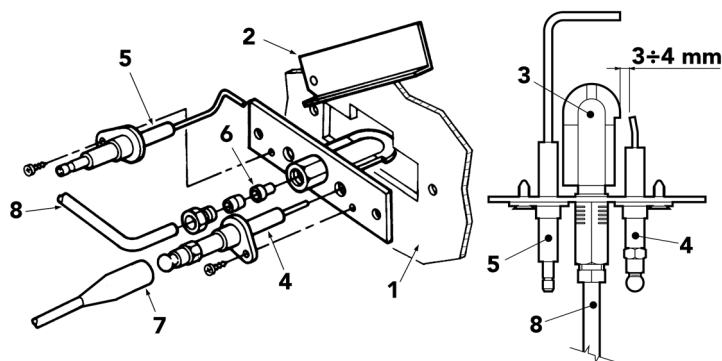

рис. 9 - Пилотная горелка
- Электроды не должны иметь накипи и быть правильно установленными (см. рис. 9).
После выполнения некоторых попыток розжига электронный блок управления вызывает блокировку котла.	С помощью сжатого воздуха чистите форсунки > пилотной горелки. Проверьте регулярность поступления газа в котел, и убедитесь что воздух был удален из труб. Проверьте правильность позиционирования электродов и отсутствие на них отложений (см. рис. 9). Убедитесь, что котел подключен к надежной системе заземления. Проверьте электрические соединения электродов розжига и ионизации.
Отсутствие искры между электродами при розжиге.	Проверьте правильность позиционирования электродов и отсутствие на них отложений (см. рис. 9). Неправильная настройка регулировочного термостата. Проверьте систему электропитания. Проверьте электрические соединения электродов розжига и ионизации. Проверьте соединения с электронным блоком контроля пламени. Проверьте, чтобы провода ФАЗЫ и НЕЙТРАЛИ не были перепутаны, и убедитесь в надежности контактов заземления. Проверьте давление газа на входе и наличие разомкнутых реле давления. Приведите предохранительный термостат в рабочее состояние. Приведите термостат дымовых газов в рабочее состояние. Убедитесь, что контакт комнатного термостата закрыт.